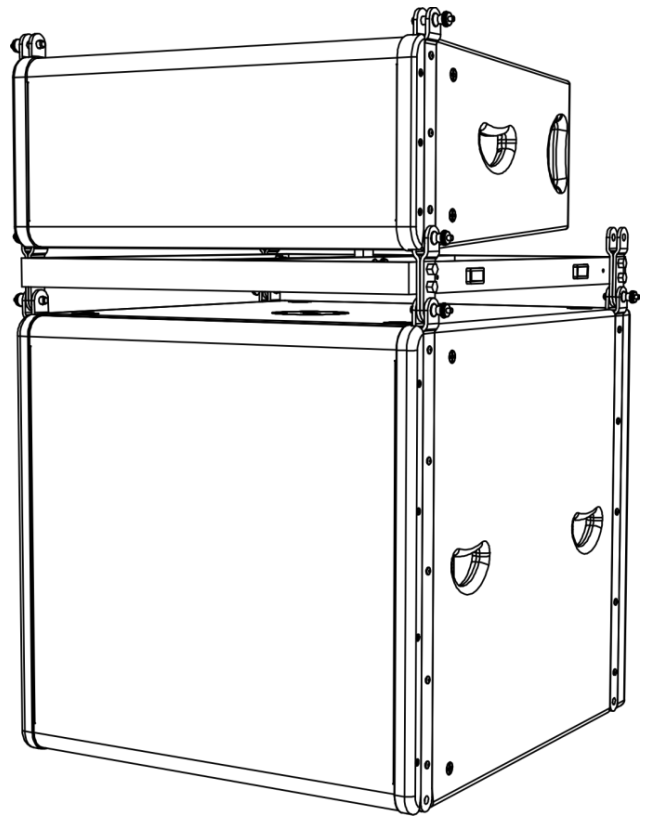

Fig. 03
- 02) Vous pouvez maintenant monter une autre enceinte Odin sur la flybar, au moyen des goupilles d'installation (figure 03).